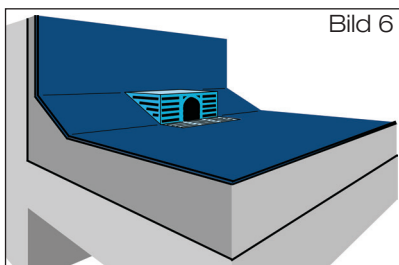

Bild 6
- 5.4.6 Sieb mit beiliegenden Befestigungsmaterialien verschrauben (Bild 6).